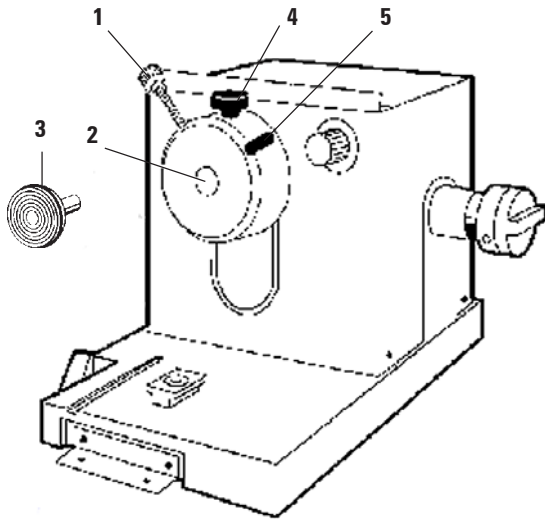

Abb. 18
- Anschließend die Objektplatte mit Probe in den Objektkopf (Abb. 18) einsetzen und schneiden.